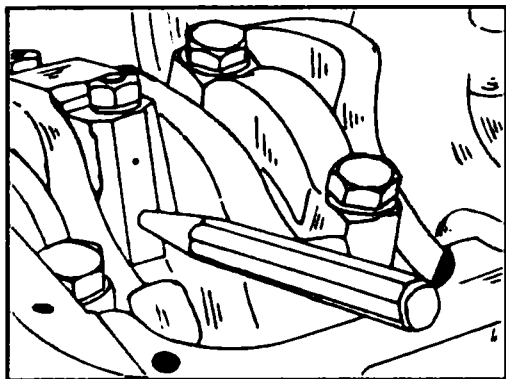

Рис. 2.5 Маркировка шатуна и его крышки перед разборкой
- ◆ Крышки шатунов обозначьте номерами соответствующих цилиндров (краской или керном, как это показано на рис. 2.5) и сн-